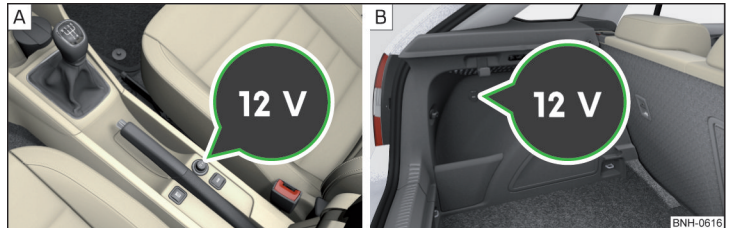

Abb. 92 **Abdeckung der 12-Volt-Steckdose: in der Mittelkonsole vorn / im Gepäckraum**
- Zum **Gebrauch** die Abdeckung der Steckdose abnehmen » **Abb. 92** - [A] bzw. die Abdeckung der Steckdose öffnen » **Abb. 92** - [B].